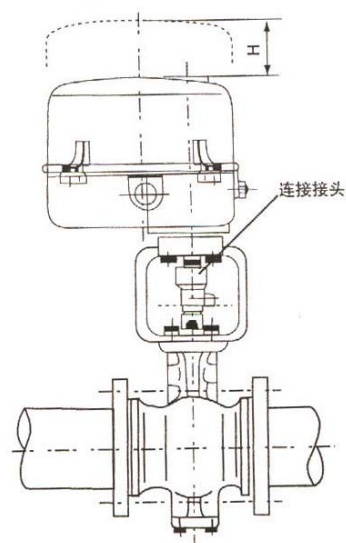

图6
5.1 由于执行器的配线、调整及检查维护等工作需要拆卸护罩，因此在安装时，执行器顶部应留有一定的空间（见图 6），应留空间尺寸 H 见表 2。